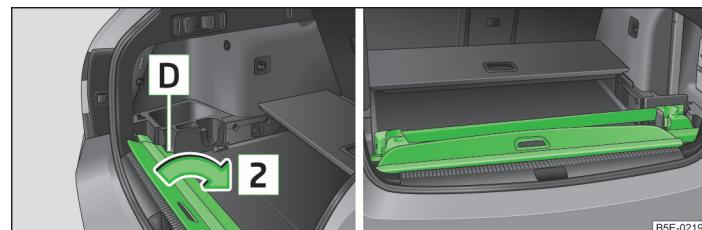

Fig. 91 Guardar la cubierta enrollable del maletero / guardar correctamente la baca portaequipajes y la cubierta enrollable del maletero
- Encaje la parte delantera de la cubierta enrollable del maletero a la izquierda bajo una parte del revestimiento lateral **[D]** » fig. 91.
Si se guarda **al mismo tiempo** la baca portaequipajes y la cubierta enrollable del maletero, la parte posterior de la cubierta enrollable debe cubrir la baca portaequipajes trasera » fig. 91.